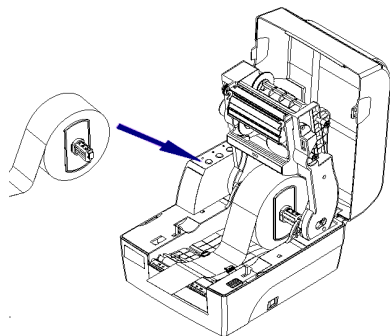

图 2.4.3
- 4) 将装在纸卷支撑杆上的纸卷放入纸仓，然后将纸前端拉出平铺于打印通道内，并用左、右逼纸块将拉出的纸夹住（见图 2.4.3）。